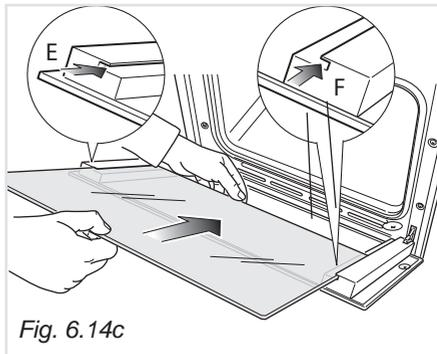
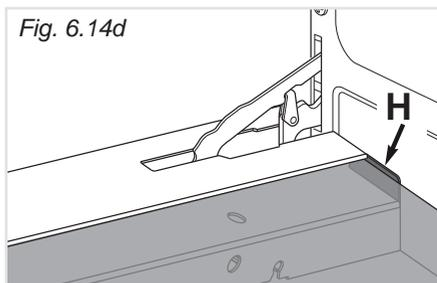

Fig. 6.14c
Fig. 6.14d
- Inserire il vetro nelle guide "E" ed "F" (fig. 6.14c) e farlo scorrere dolcemente fino ai fermi "H" (fig. 6.14d).